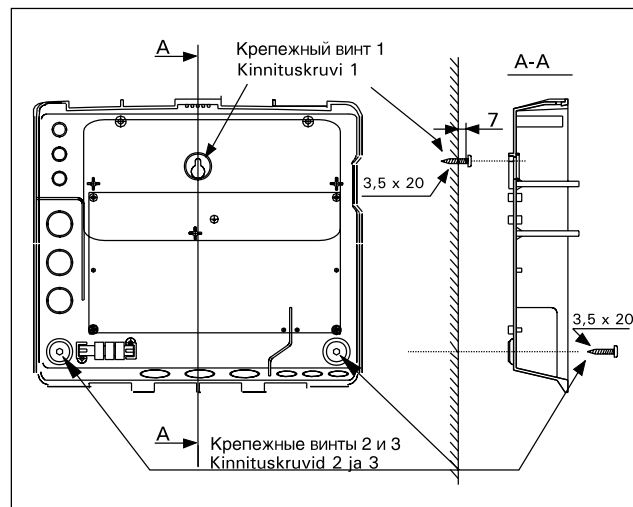

Рисунок 4. Крепление блока управления к стене
В дне пульта управления находятся отверстия для трех винтов, с помощью которых пульт крепится к стене. При необходимости в деревянной стене проделывают отверстия сверлом 2,5 мм. Если пульт крепится к каменной стене, на глубину втулки необходимо просверлить отверстие 6 мм. Втулка вбивается в стену, после чего крепежный винт (1) ввинчивается отверткой. На поверхности необходимо оставить ок. 7 мм от всей длины винта. Сквозь отверстия протаскивают подводящие кабели. Пульт можно оставить подвешенным за верхний винт, проверив, что шляпка винта зафиксирована в узком пазе отверстия дна. Для двух нижних крепежных винтов (2 и 3) места отмечаются при нахождении пульта в вертикальном положении. Крепление производится как указано выше с той разницей, что винты плотно привинчиваются к дну. (Рис. 4)